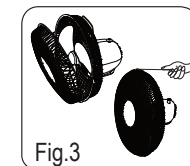

Fig.3
4. Öffnen Sie die Klammern am Vorderen Schutzgitter und setzen das vordere Schutzgitter auf das rückwärtige Schutzgitter (passen Sie auf die Löcher für die Schrauben). Ziehen Sie die Feststellschrauben fest. (Abb. 3)